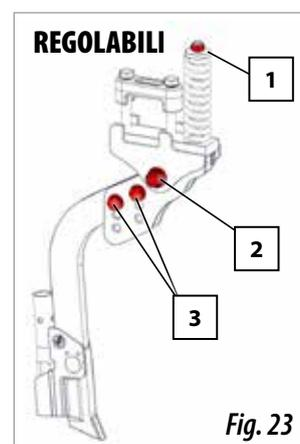

Fig. 23
Per regolare la pressione che il braccio esercita sul terreno, è necessario azionare il dado a molla (1, Fig. 23). Questi bracci sono fissati al supporto mediante una vite stampata SOLÀ (2, Fig. 23) dotata di un dado autobloccante, che controlla il gioco del braccio agendo su di esso. I bracci sono regolabili in profondità e possono essere abbassati per regolarne l'altezza:
- 1- Rimuovere i bulloni e i dadi (3, Fig. 23).
- 3- Inserire i bulloni e i dadi nel nuovo alloggiamento (3, Fig. 23).